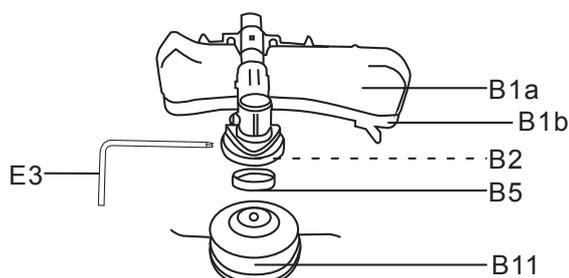

Fig. 6b
- Visser la tête de coupe-herbe (B11) sur la broche dans le sens antihoraire (Fig. 6b).